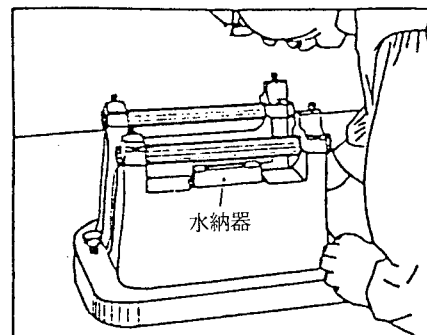

図1-25 本体の水平を調整する
(1) バランス台の水平調整をする。
- ① 水平調整ねじを回し、水準器の気ほう中央にくるように本体を水平に調整する(図1-25)。